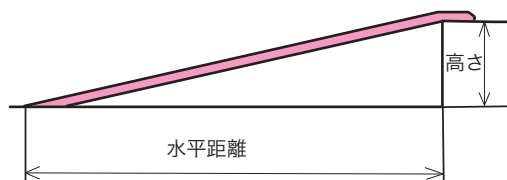

図 8-6 スロープの傾斜は「高さ / 水平距離」で表記します
① 可搬形スロープの特徴
- スロープの角度は「高さ / 水平距離」で表します（図 8-6）。車いすを自操する場合には 1/15 程度以上、介助で昇降する場合には 1/10 程度以上が目安ですが、個人差が大きく一概には判断できません。電動車いすは 1/8 程度でも昇降可能ですが、本人の操作能力を評価する必要があります。